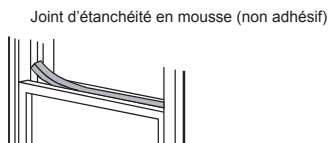

Fig. 11
5. Coupez le joint d'étanchéité en mousse (non adhésif) à la longueur appropriée et scellez l'ouverture entre le châssis avant et le châssis extérieur. Fig. 11.